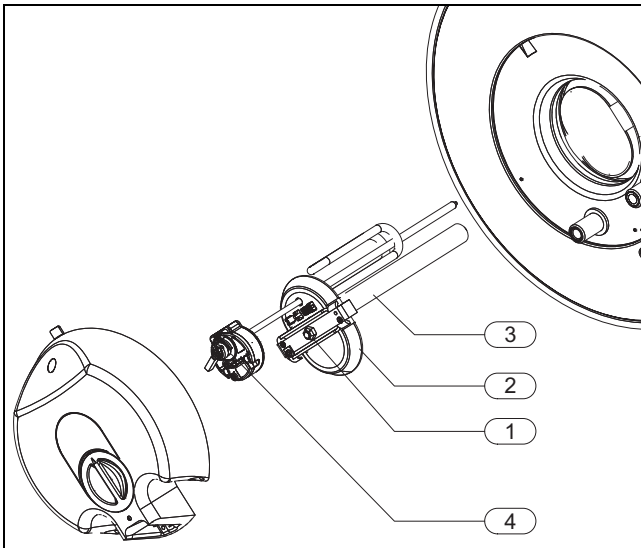

Fig. 13 Accesul si identificarea componentelor interne
- ▶ Desurubați piulita de fixare a flânsei (Fig. 13, [1]).
- ▶ Scoateți flansa din interiorul boilerului (Fig. 13, [2]).